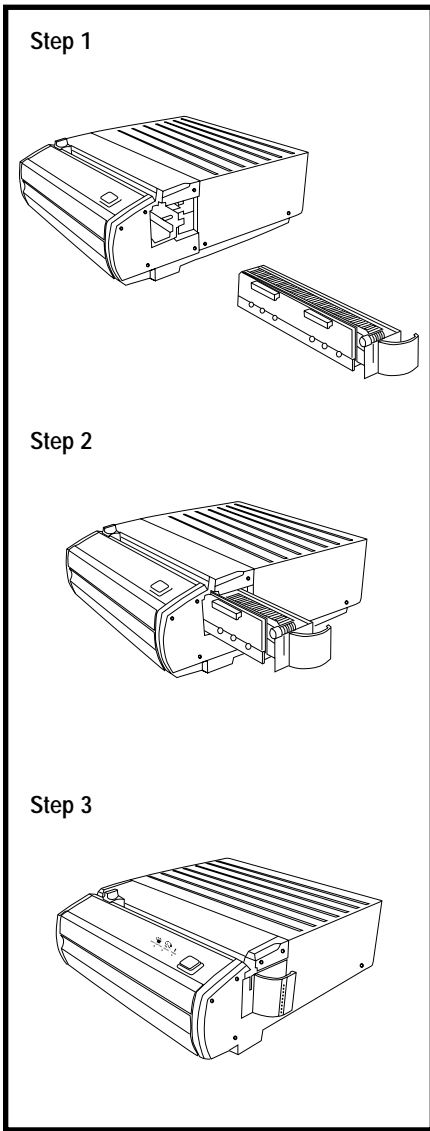

Figure 4
**Installing Die Sets In the Machine (Figure 4):**
**Installieren von Locherblöcken im Gerät (Abb. 4):**
**Installation des ensembles matrices dans la machine (figure 4) :**